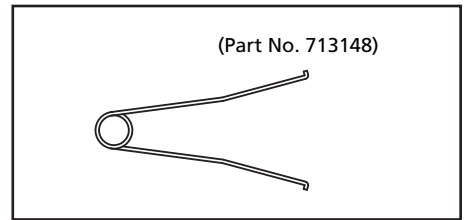

Figure 28
- Enlevez la chemise au moyen de l'extracteur de chemise (Outil spécial : N° réf. 713148) (voir figure 28,29).